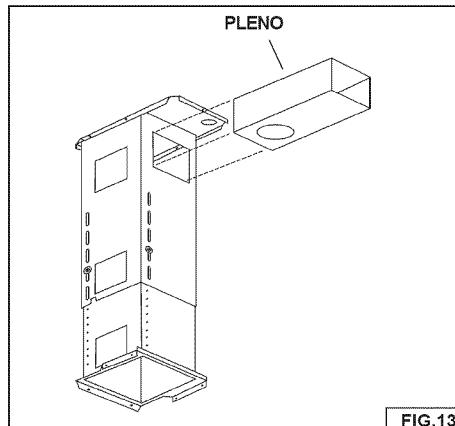

FIG.13
3. Monte el pleno a través de la abertura rectangular superior del armazón de soporte. Fig. 13